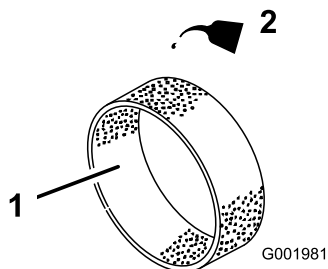

図 43
4. 乾いたら新しいエンジン・オイルを30~60 cc含ませる (図 43)。